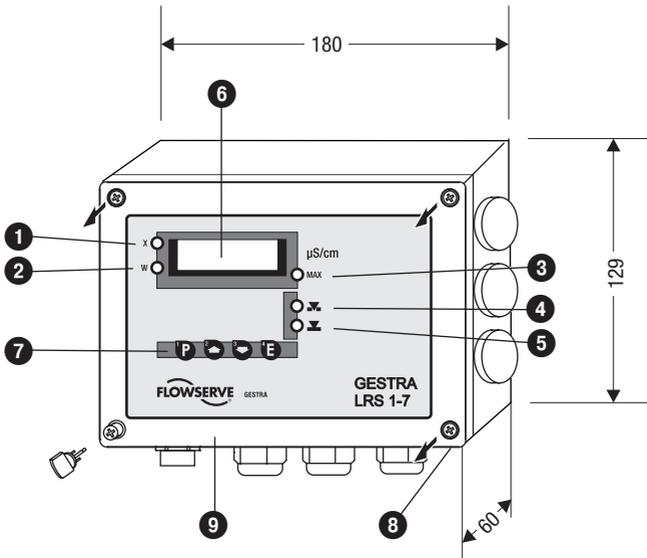

Fig. 2
1. Desserrer les vis du couvercle ⑧ et retirer le couvercle ⑨. (Fig. 2, 3)
2. Retirer les borniers ⑪ de l'insert électronique.
4. Desserrer les raccords vissés de câble ⑫. Tirer le câble d'alimentation à travers le raccord vissé de câble droit et les câbles pilotes à travers l'autre.
5. Raccorder les câbles d'alimentation et les câbles pilotes (côté intérieur du couvercle) aux borniers ⑪ conformément au schéma de raccordement.
6. Enficher les borniers ⑪ sur l'insert électronique.
7. Placer le couvercle du boîtier ⑨ et serrer les vis du couvercle ⑧ à fond.
8. Introduire la fiche du câble de raccordement vers l'électrode de mesure de conductibilité dans la prise ⑩ et la fixer en tournant l'écrou moleté.
9. Introduire la fiche ⑭ (électrode de mesure de conductibilité) dans la prise du câble de raccordement et la fixer en tournant l'écrou moleté.